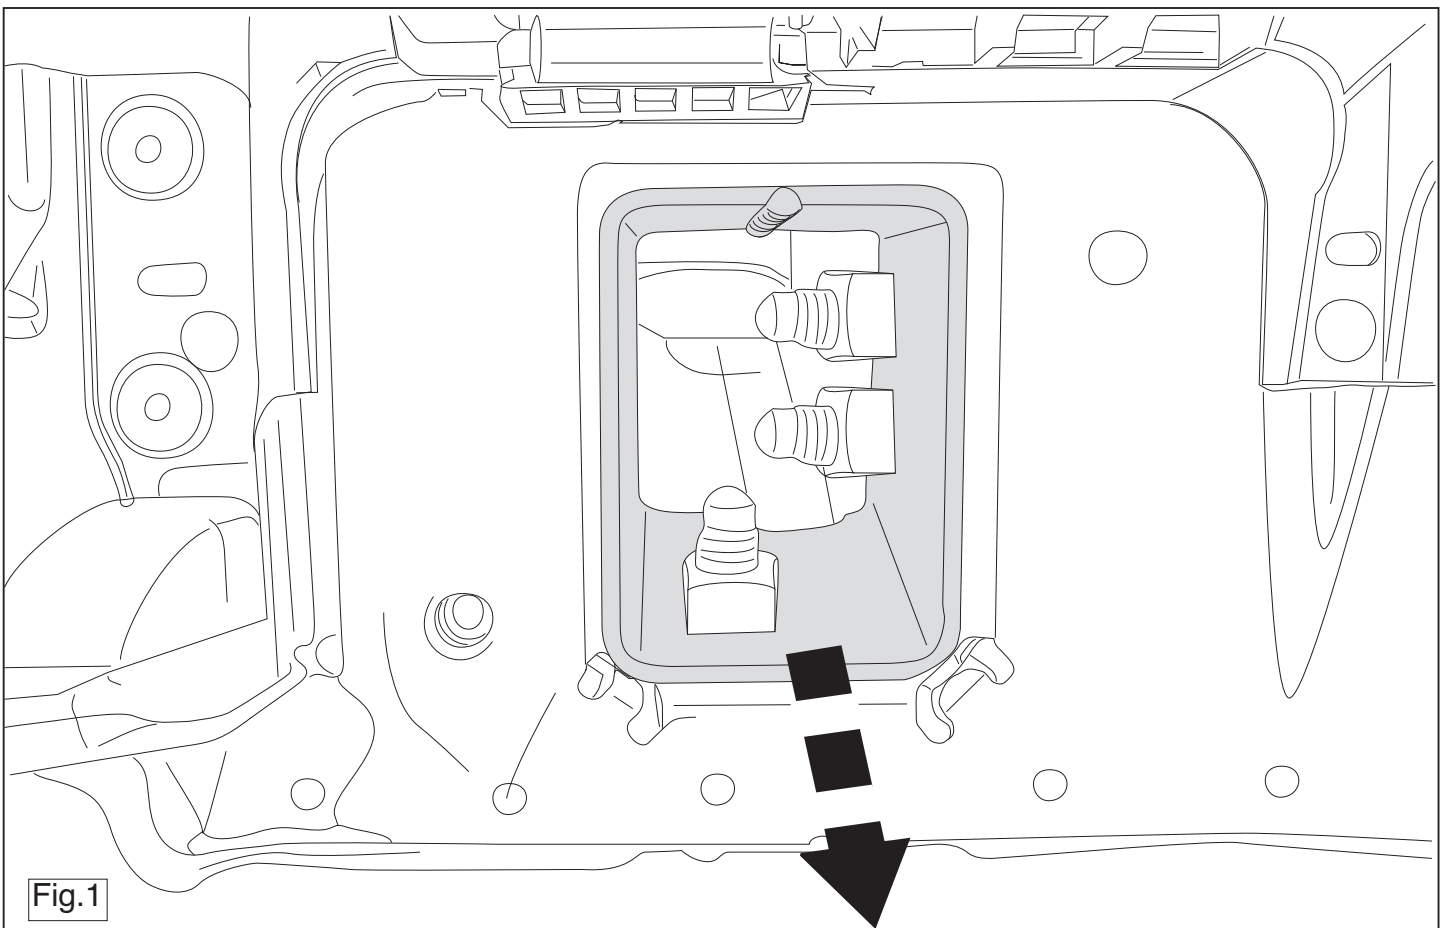

Fig.1
6. Demonteer de verstevigingsbuis uit de chassisbalken. (zie fig. 1)
6. Remove the reinforcement tube from the chassis members. (See fig.1).
6. D monter le tube de renfort des poutres du ch ssis. (Voir la figure 1.)
6. Das Verst rkungsrohr aus dem Fahrgestelltr ger abmontieren. (Siehe Abb. 1)
6. Zdemontowa  szyn  wzmocniaj c  z ramy podwozia. (Patrz rysunek 1).